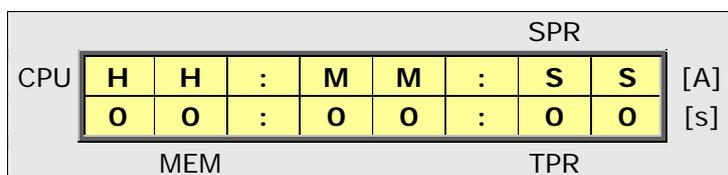

Fig.22 – Impostazione ORA
- Per **memorizzare** la nuova DATA, premere **SET**. Dal menù di Fig.22 si può aggiornare l'ora, utilizzando le frecce. Premere **SHIFT** per muoversi tra ore/minuti/secondi.
Per tornare al menu di Fig.22 è sufficiente premere il tasto **SET**.